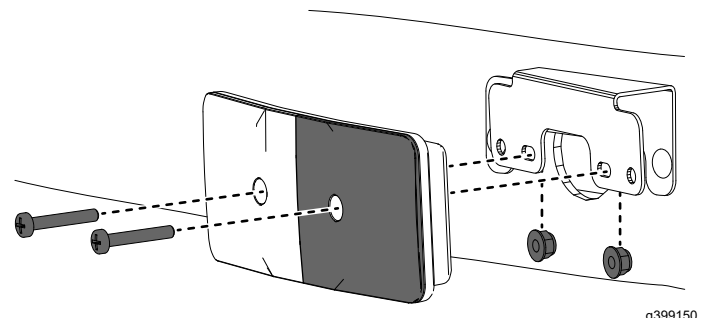

Figur 23
3. Montera de två fästena till blinkerslamporna på motorhuven med fyra vagnsskruvar (nr 10 x ½ tum) och fyra låsmuttrar (nr 10) (Figur 23).